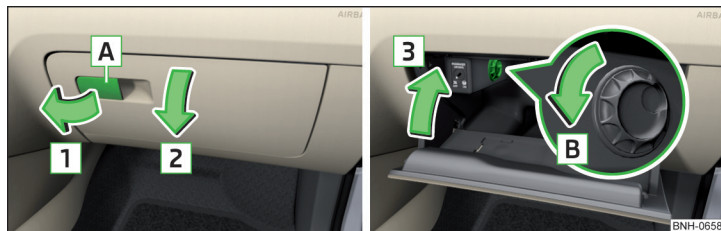

Fig. 87 Deschiderea/închiderea compartimentului de depozitare și deschiderea admisiei aerului
- ▶ Pentru **deschidere** trageți mânerul **A** în sensul săgeții **1** și rabatați capacul în sensul săgeții **2** » fig. 87.
- ▶ Pentru **deschidere**, rotiți butonul rotativ în sensul săgeții **B** până la limită » fig. 87.